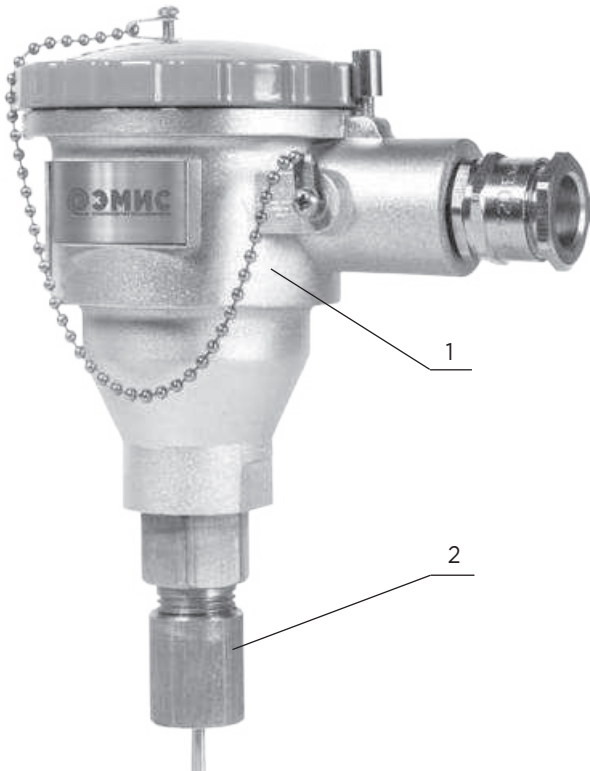
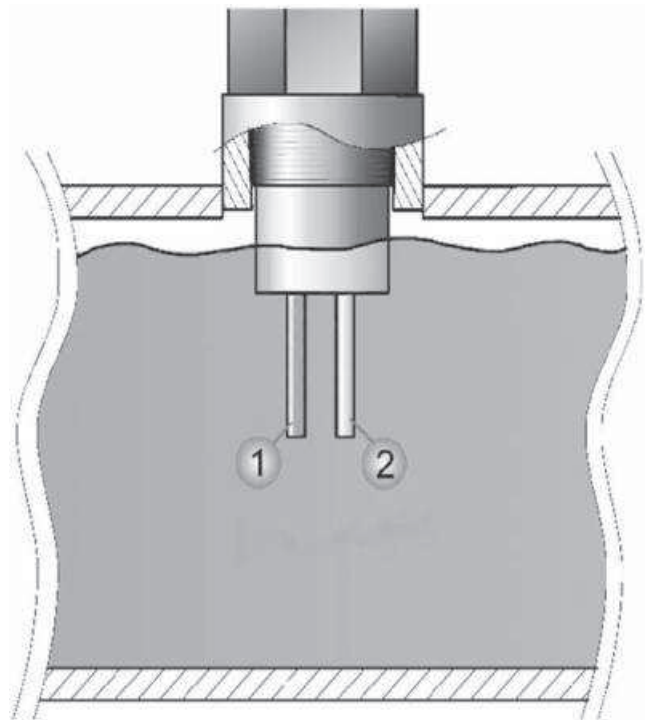

Рисунок 1. Внешний вид реле потока
Рисунок 2. Принцип работы
Реле потока (см. рисунок 1) состоит из электронного преобразователя (1) и датчика потока (2). Принцип работы реле потока основан на зависимости теплоотдачи нагревательного элемента (1) (см. рисунок 2) от скорости движения потока, охлаждающего его. Нагревательный элемент, совмещенный с датчиком температуры (2), является источником тепла, его температура поддерживается на определенном значении, которое выше чем у рабочей среды. Датчик температуры
(2) служит для измерения температуры рабочей среды. При появлении потока нагревательный элемент, совмещенный с датчиком температуры, остывает. Датчик температуры (2) и датчик температуры, совмещенный с нагревательным элементом, регистрируют разность температур, которая обратно пропорциональна скорости потока. Реле потока может работать при прямом и обратном направлении потока.